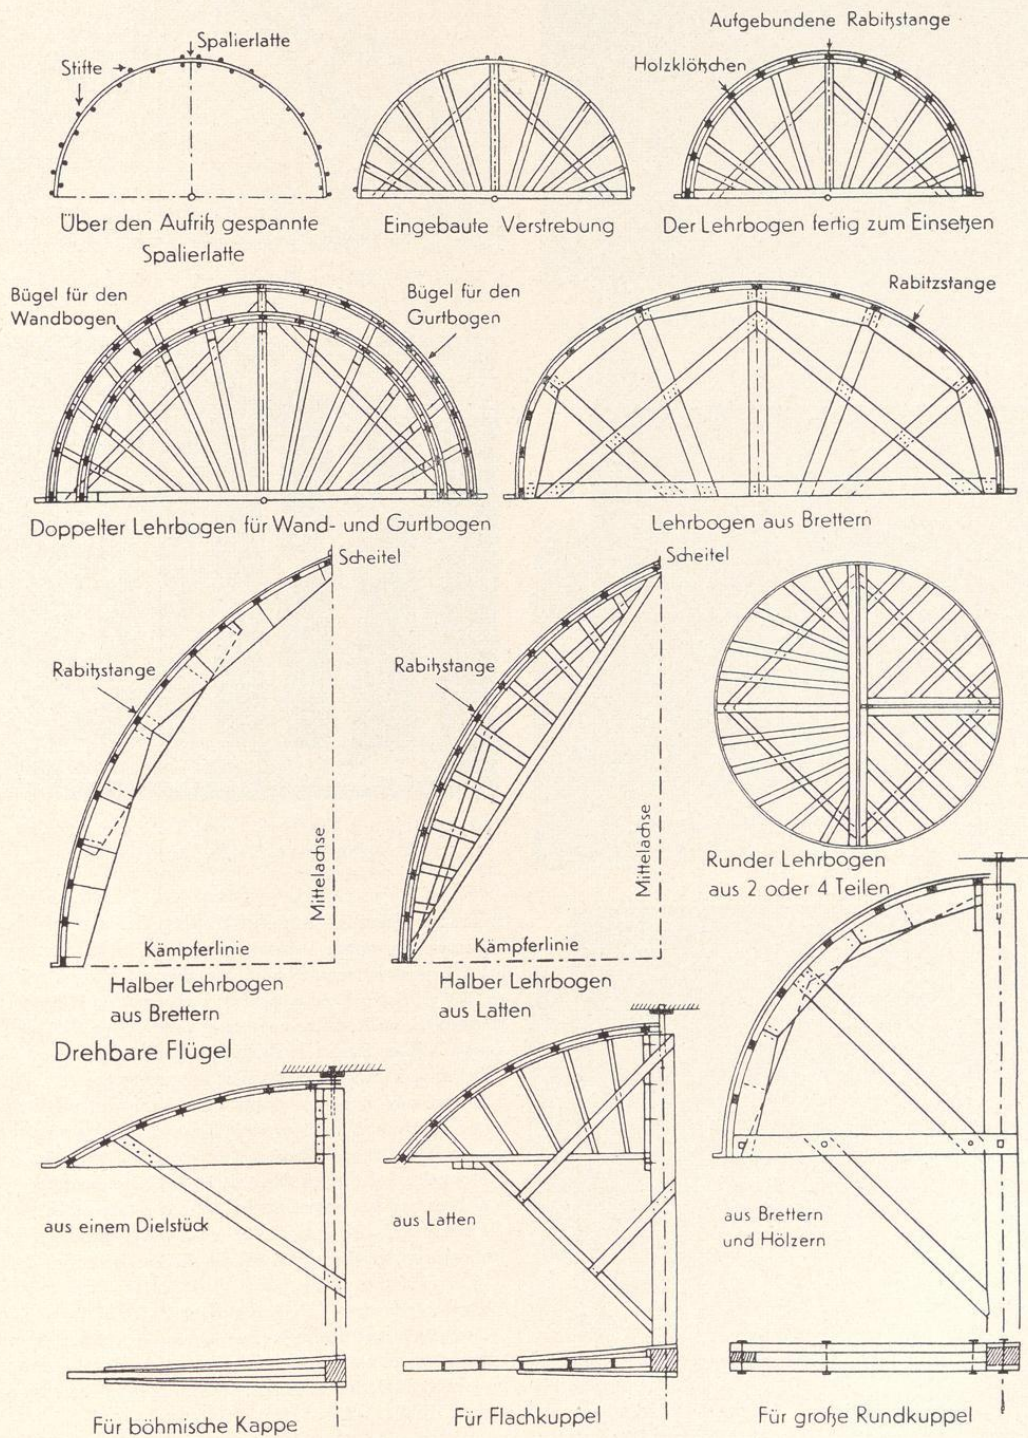

Bild 844. Konstruktion der verschiedenen Lehrbogenarten
- Lehrbogen, die aus Brettern ausgesägt werden, für mittlere Gewölbe (Bild 844),
Ovale und runde Lehrbogen zeigt Bild 844.